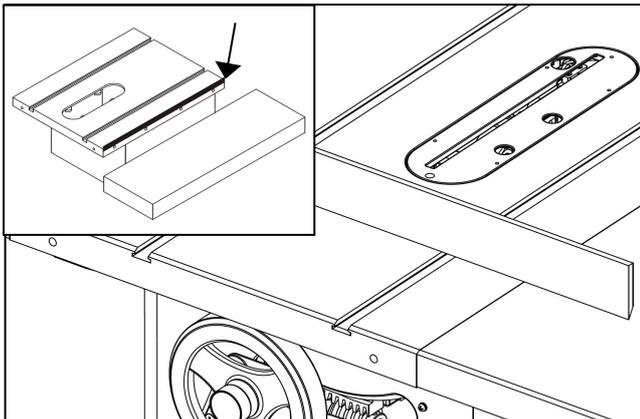

Abb.8
5.4.3 Installation der Verlängerungstische (Abb.8)
4. Verwenden Sie eine Richtlatte, um zu überprüfen, ob der Haupttisch mit der Verlängerungstischfläche fluchtet. Wenn nicht, verwenden Sie einen Streifen Malerband, um die Verlängerung nach oben oder unten zu unterfüttern, wie durch den Pfeil in **Abb.8** angezeigt.